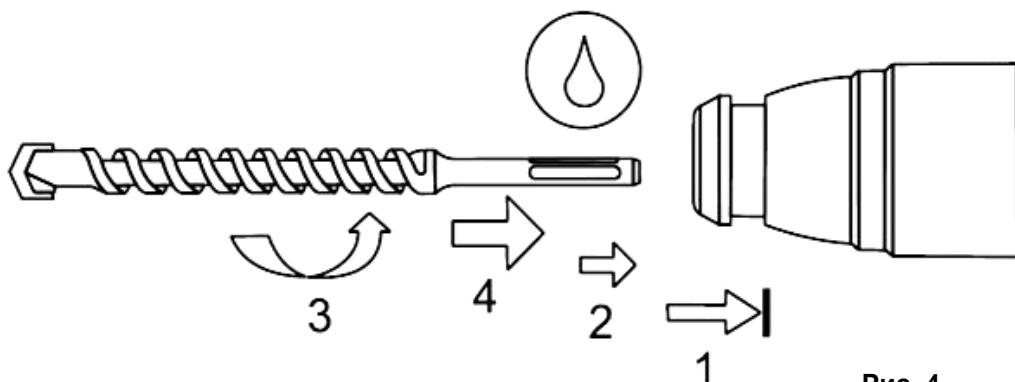

Рис. 4
### **Смена насадок (См. Рис.4)**
- Нажмите на подвижную крышку патрона перфоратора, отведите ее назад (См. Рис.4).